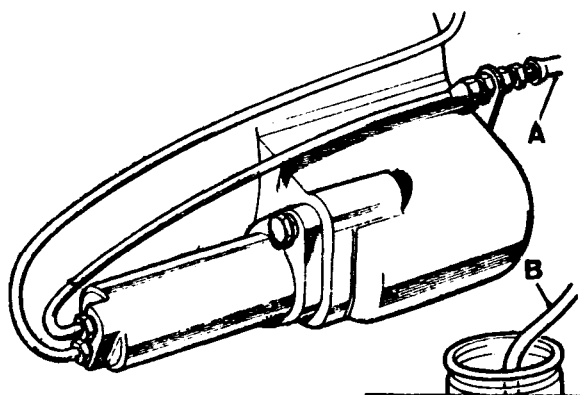

Fig. B2-2 - Cilindro auxiliar del embrague.
1.1.- Se acoplará un trozo de tubería adecuada al tornillo de purga del cilindro secundario (fig. B2-2).